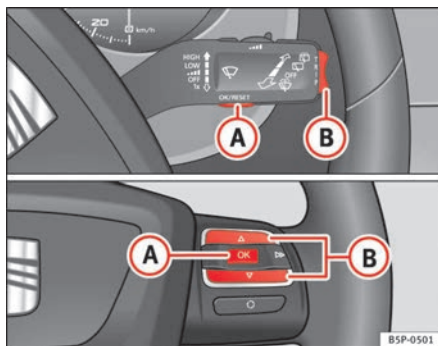

Abb. 39 Schaltwippen A und B. Bedienelemente am Lenkrad.
Ist demnächst ein Service fällig, erscheint in den Kilometeranzeigen eine **Service-Vorwarnung**. Es erscheint ein „Schraubenschlüssel“-Symbol und die Anzeige „km“ mit der Kilometerangabe, die bis zum fälligen Service-Termin gefahren werden kann. Nach etwa 10 Sekunden wechselt diese Anzeige. Es erscheint ein „Uhr-Symbol“ und die Anzahl der Tage bis zum fälligen Service-Termin. Der Informationstext am Display\* im Kombiinstrument lautet: **SERV. IN... KM ODER... TAGEN**. Etwa 20 Sekunden nach Einschalten der Zündung oder bei laufendem Motor erlischt die Service-Meldung. Sie können auch durch Drücken des Rückstellknopfes des Kurzstreckenzählers oder durch Drücken der Wippe der MFA ⇒ Seite 62, Abb. 39 ⑧ in die Normalanzeige schalten.
- Zum Umschalten von einem Speicher auf einen anderen drücken Sie bei eingeschalteter Zündung kurz die Taste  $\Rightarrow$  Abb. 39 **A** am Scheibenwischerhebel oder die Taste **A** der Bedienelemente am Lenkrad  $\Rightarrow$  Abb. 39.